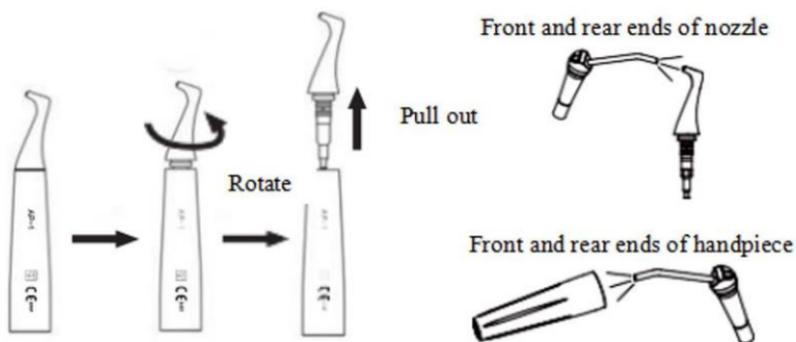

Fig. 7 Diagrama de limpeza da peça de mão
2.4.1.1 Remova a peça de mão de polimento a ar, solte a cabeça da peça de mão e puxe a cabeça da peça de mão (para a peça de mão subgingival, o bocal precisa ser removido com antecedência), conforme mostrado na fig. 7.